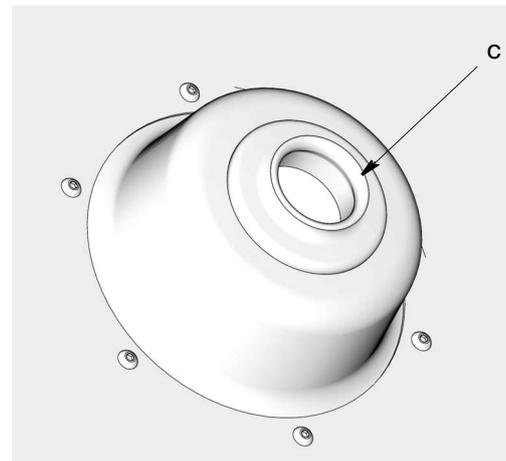

FIG. 7
- Examinez le plateau suiveur pour vous assurer que l'œillet en caoutchouc (c) est bien en place au centre du plateau suiveur (FIG. 7).